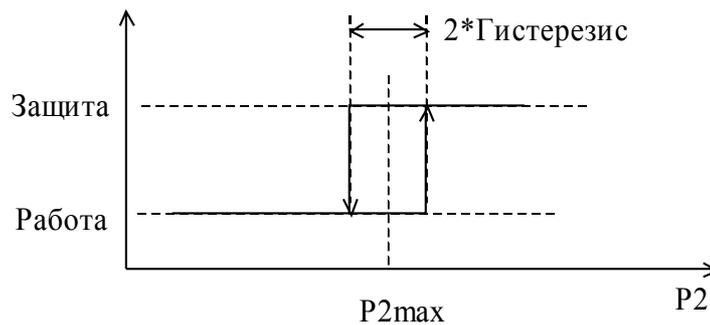

Рис. 2
При использовании датчика P2 дополнительно может осуществляться защита системы от превышения максимального допустимого давления. Если измеренное значение P2 превысит заданное значение $P2_{max}$, то регулирующий клапан полностью закрывается и регулирование прекращается. Регулятор возобновит работу, когда давление P2 снизится. График, иллюстрирующий работу защиты, приведен на Рис. 2
- **Гистерезис** – задание гистерезиса срабатывания защиты (см Рис. 2);